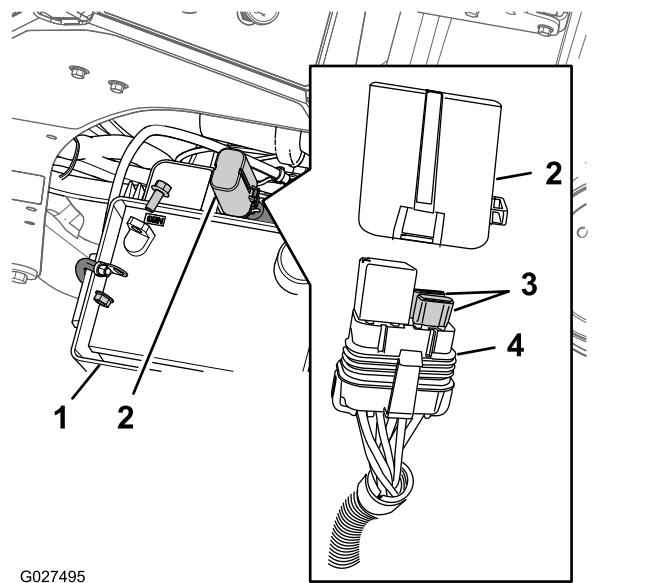

Figure 80
- Appuyez sur les languettes du porte-fusibles/relais pour en détacher le couvercle (Figure 80).
- Sortez le fusible de son emplacement dans le porte-fusibles/relais (Figure 80).
- Insérez un fusible de même type (20 A) dans l'emplacement dans le porte-fusibles/relais (Figure 80).
- Poussez le couvercle sur le porte-fusibles/relais jusqu'à ce qu'il s'enclenche en place (Figure 80).